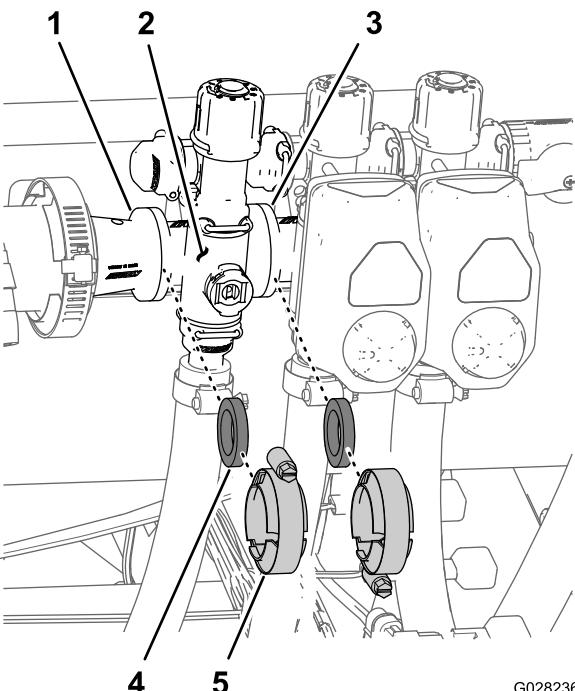

图136
- 拆下将喷洒臂段阀歧管 图136 固定至相邻喷洒臂段阀如左喷洒臂段阀和异径管连接头的夹具和垫片。